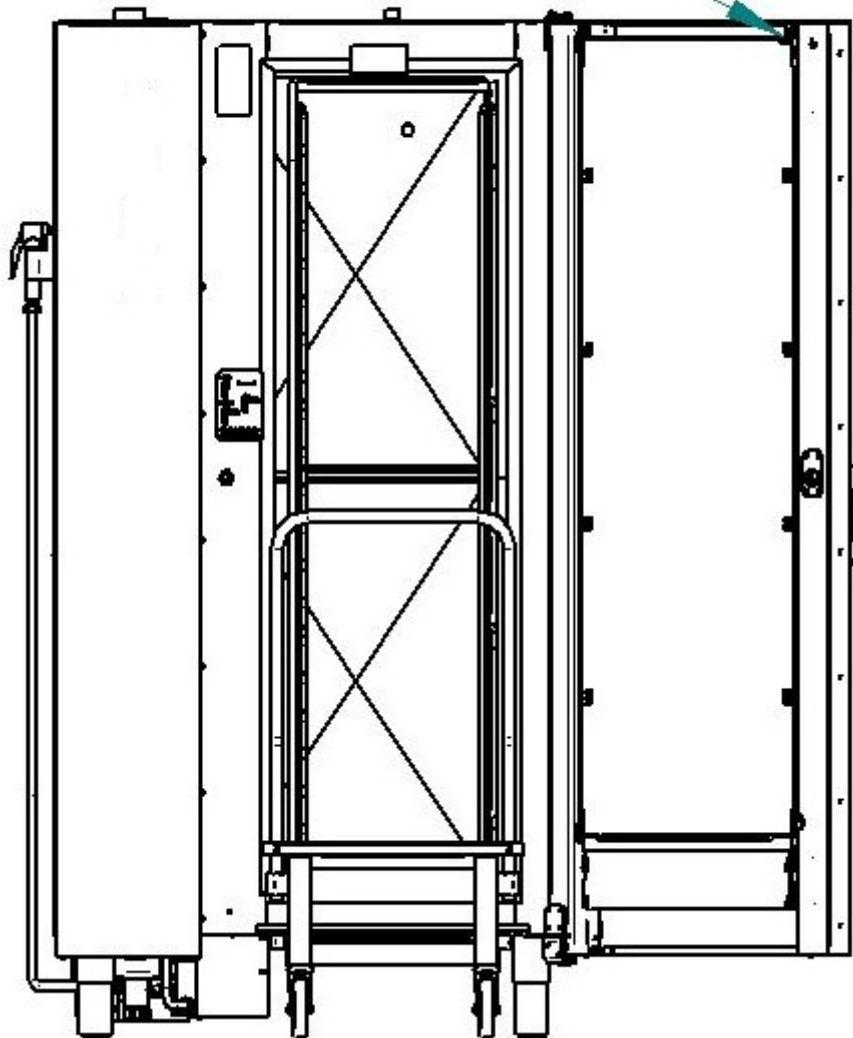

Рис.31 Открывание внутреннего стекла.
- по мере необходимости, поверните затвор стекла двери и откройте внутреннее стекло (см. рис.31).